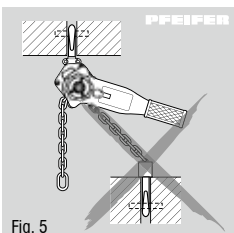

Fig. 5
- Evitare la trazione obliqua, ossia una sollecitazione laterale sul corpo o sul gancio superiore/inferiore. Sollevare/tendere/tirare sempre in linea retta tra i due ganci (Fig. 5).
- Non è ammessa la trazione obliqua, ossia una sollecitazione laterale sul corpo o sulla puleggia inferiore (fig. 5).
- il punto di fissaggio sia sufficientemente dimensionato e l'apparecchio possa allinearsi liberamente. Evitare la trazione obliqua (Fig. 5)!